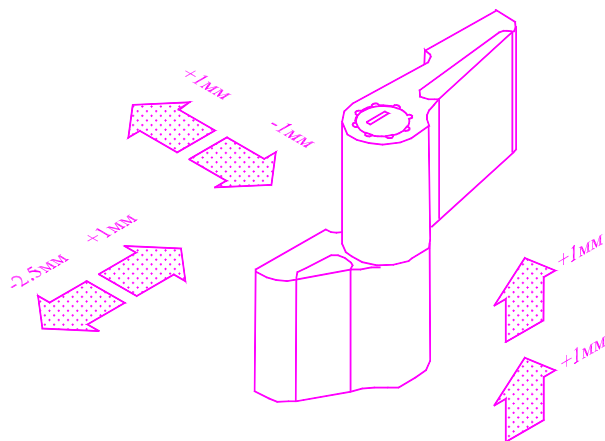

Рис. 4
3. Регулировку положения створки двери в плоскости двери и в плоскости перпендикулярной плоскости двери (рис.4) производить в закрытом положении двери: